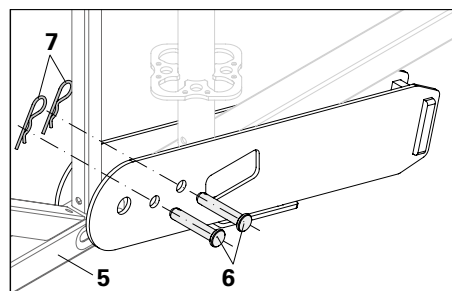

Fig. A1.05b
2. Skub hanebåndstilslutningen (50) over standarddrageren (5) og sæt sammen med pasbolt (6) og fjedersplit (7) – 2x. (Fig. A1.05b)